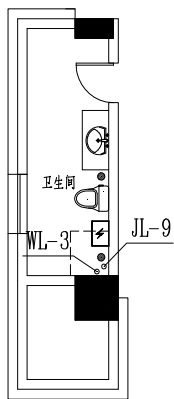

图 14-14 绘制卫生间立管管线
**03** 绘制立管管线。在命令行中输入 LGBZ 命令按回车键，在弹出的【立管】对话框中分别单击“污水”“给水”按钮，在绘图区中指定立管的插入点，绘制立管的结果如图 14-14 所示。